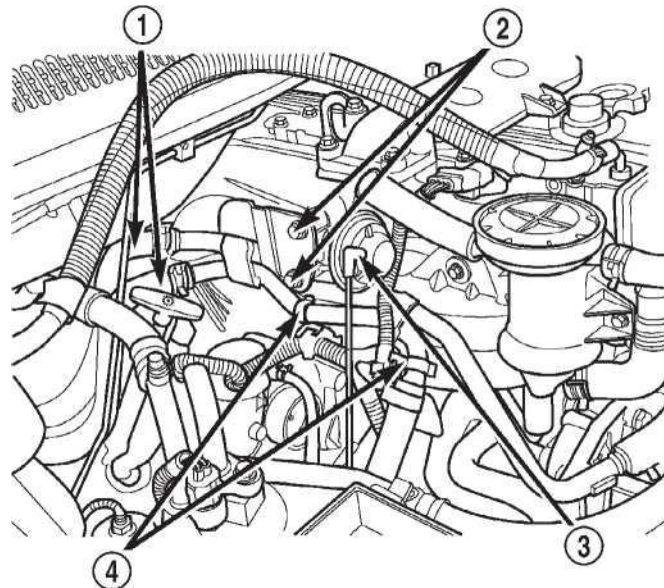

Рис. 31 Представление моторного отсека -
(38) Установите обе из охлаждающих линий на компрессоре счета. Закрутите стопорные болты к 28 N-m (21 фут lbs.). Убедитесь, что уплотнительные прокладки хорошо смазаны и не содержат слез.
(39) Установите охлаждающий опорный кронштейн линии и устройство, повышающее характеристики, покрытие головки цилиндра.
(40) Установите tiestraps сохранение монтажного жгута на линии хладагента низкого борта.
(41) Установите охлаждающую жидкую линию. Закрутите стопорную гайку на переборке к 28 N-m (21 фут lbs.). Убедитесь, что уплотнительная прокладка хорошо смазана и не содержит слез.
(42) Соедините землю двигателя. Расположенный только позади масляного фильтра.
(43) Соедините давление масла и электрические разъемы датчика давления наддува и обрежьте монтажный жгут на хладагенте поставка трубы.
(44) Установите линию хладагента низкого борта на сборке аккумулятора счета. Закрутите гайку к 28 N-m (21 фут lbs.). Убедитесь, что уплотнительная прокладка хорошо смазана и не содержит слез.
(45) Установите хладагент ядра нагревателя поставка шланги на двигателе (Рис. 31).
(46) Установите вакуумную линию электропитания клапана EGR на клапане (Рис. 31).
(47) Установите шланг восстановления хладагента на водном коллекторе.
(48) Установите водохранилище хладагента поставка шланг на двигателе.